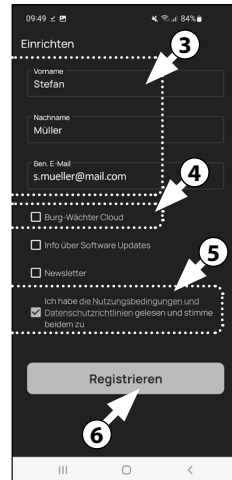

Abb. 3
- Geben Sie Ihren Namen und eine Mailadresse ein (Abb. 3).
- Wählen Sie den Punkt: „BURG-WÄCHTER Cloud“ ab, dieser ist für die Einrichtung nicht erforderlich und kann daher zunächst vernachlässigt werden (Abb. 3). Eine Erklärung zu diesem Thema erhalten Sie in der Hauptanleitung auf unserer Webseite (siehe Link auf der Titelseite).
- Lesen Sie sich die Nutzungsbedingungen und Datenschutzrichtlinien durch und stimmen Sie diesen zu (Abb. 3).
- Tippen Sie auf „Registrieren“ (Abb. 3).